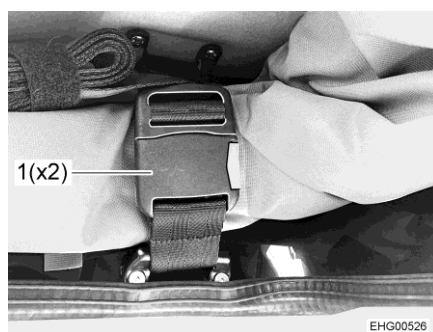

Fig. 31 Hebilla
- Abrir ambas hebillas (Fig. 31,1).